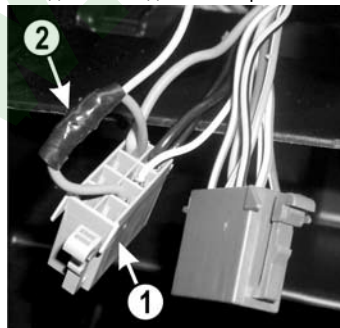
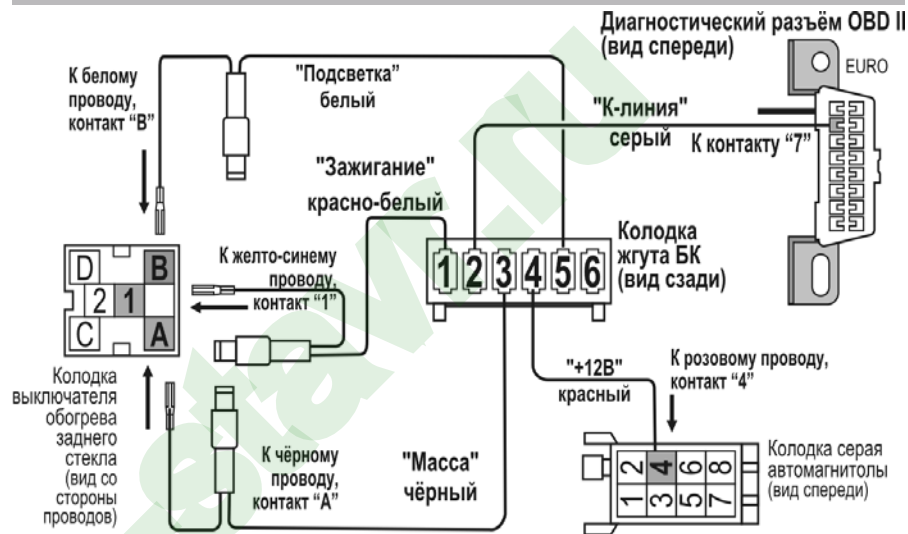

Рис.2 Колодка автомагнитолы
Рис.3 Схема подключения БК "ШТАТ PRIORA - X1"
4.4 Отсоедините колодку выключателя обогрева заднего стекла и произведите подключения согласно схеме подключения, **рис.3**:
4.5 Соедините красный провод (+12В) из жгута БК с розовым проводом, подходящим к 4-му контакту серой колодки автомагнитолы (поз.1, **рис.2**). Соединение производится на скрутке (поз.12 **рис.2**) или при помощи зажимов. Схематичное соединения проводов через зажим показано на **рис 5**.
4.6 Протяните серый провод К-линии из жгута до диагностической колодки (поз.1, **рис.4**), (находится внутри вещевого ящика слева (поз.3, **рис.2**)) и подключите его к диагностической колодке согласно схеме подключения (см. **рис.3**).